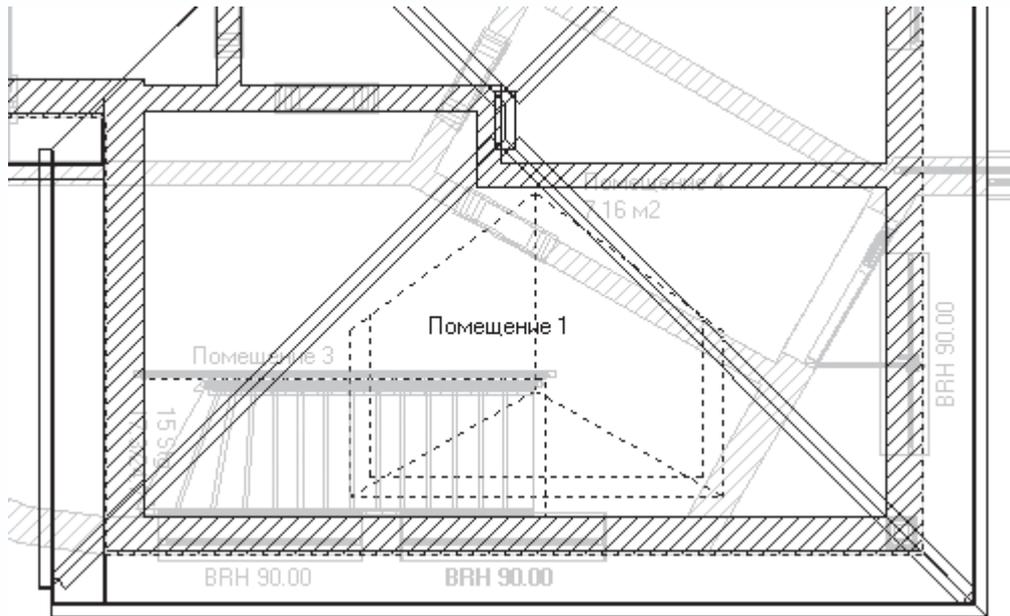

Рис. 4.44. Фантом слухового окна с размерами по умолчанию
3. Переведите указатель на южную сторону крыши. Как обычно, за указателем будет перемещаться фантом будущего слухового окна с размерами по умолчанию. Фантомы слуховых окон изображаются тонкими штриховыми линиями (рис. 4.44). Фантом любого слухового окна привязан левым нижним углом к указателю – именно левый нижний угол и определяет первую характерную точку, которую требуется зафиксировать при размещении слухового окна на крыше.
4. Щелкните кнопкой мыши на поверхности названной стороны крыши, левее от ее середины, так, чтобы правая кромка слухового окна чуть-чуть не доставала до конька крыши (см. рис. 4.44).